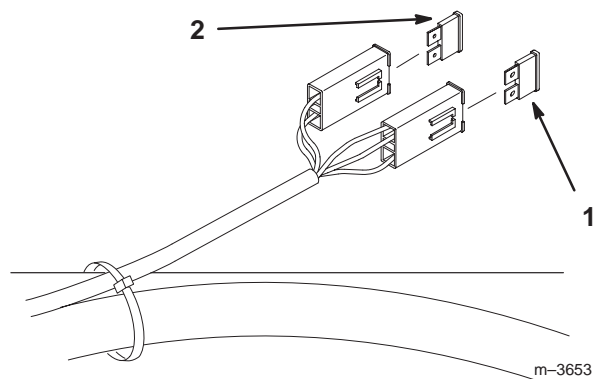

Figure 62
- Soulevez le siège pour accéder au porte-fusibles (Fig. 62).
- Pour remplacer un fusible, tirez dessus pour l'enlever (Fig. 62).